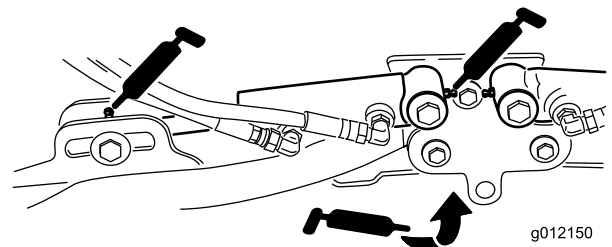

Figura 107
- Cilindros del brazo de elevación de la unidad de corte (2 en cada) (Figura 107)
- Pivotes del brazo de elevación (1 en cada) (Figura 107)